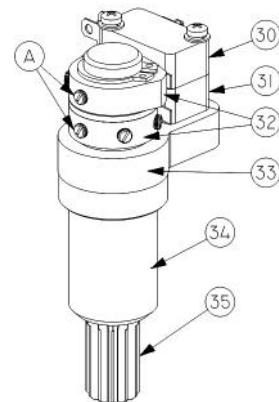

Рис.3 Двухсторонняя муфта ограничения крутящего момента
При достижении предварительно установленной величины крутящего момента в положении ЗАКРЫТО или ОТКРЫТО, либо в случае аварийного заклинивания штока затвора арматуры в промежуточном положении, выходной вал (15) (рис.1) с червячным колесом (16) останавливается, а червяк (11), ввинчиваясь в венец червячного колеса (16), вследствие продолжающегося вращения ротора электродвигателя, начинает перемещаться в осевом направлении, сжимая тарельчатые пружины (12). Величина сжатия тарельчатых пружин определена настроенным крутящим моментом моментной муфты. Поступательное движение червяка (11) приводит к вращению вала моментной муфты (34) (рис.3). Купачки (32), расположенные на валу моментной муфты, нажимают кнопки муфтовых микровыключателей (30, 31), размыкая цепь управления питанием электродвигателя электропривода.